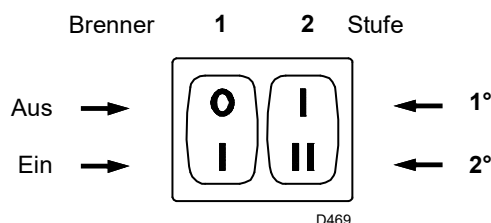

Abb. 18
- Den Brenner durch Schließen der Fernsteuerungen und mit Schalter 1)(Abb. 18) auf "EIN" starten. Der Pumpendreh-sinn muß der Pfeilangabe auf dem Deckel entsprechen.
- Die Pumpe ist gefüllt, wenn aus der Schraube 4) oder 8) Heizöl austritt. Den Brenner stoppen: Schalter 1)(Abb. 18), auf "AUS" und die Schraube 4) oder 8) aufschrauben.